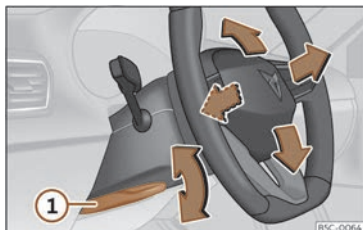

Fig. 66 Palanca a la part inferior del lateral esquerre de la columna de direcció.
- Estireu la palanca >>> **fig. 66 ①** cap avall, moveu el volant fins a la posició desitjada i torneu a pujar la palanca fins al punt de tancament.
- Després d'ajustar la columna de la direcció, empenyeu fermament la palanca >>> **fig. 66 ①** cap amunt perquè el volant no canviï de posició accidentalment durant la marxa.